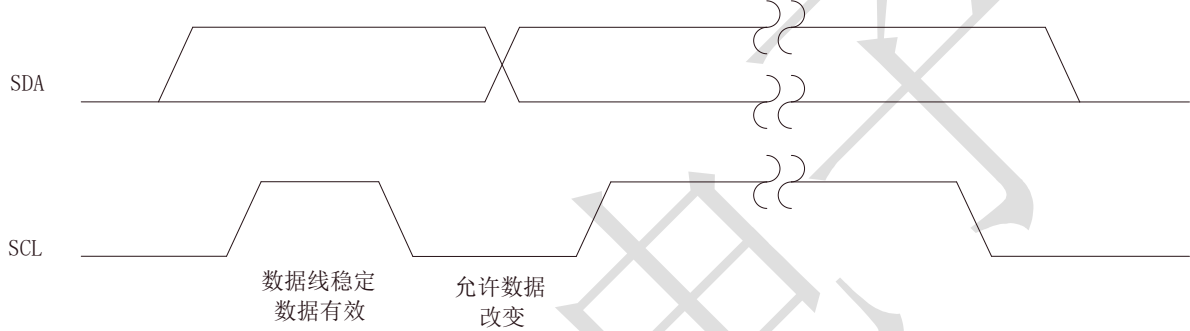

图 3
(1) TM19312 使用符合I2C协议的串行总线，有两根控制线SDA和SCL。TM19312 的从机地址是“1010 1000”。它只支持写操作。
(2) SCL线是单向的，SDA线双向（开漏输出）的带上拉电阻的（通常为 4.7kΩ）。I2C标准规定的最大时钟频率是 400kHz。这里说的是主机是MCU，从机是TM19312。
(3) I2C的时序图如图 3 所示。SDA锁存在SCL的稳定高电平时。当没有接口活动时，SDA线应保持高电平。
(4) 起始信号是在SCL线为高时，通过拉低SDA线来产生。起始信号将提醒连接到I2C总线的所有设备根据自己的芯片地址检查传入地址。
(5) 接下来发送 8 位芯片地址，先发最高位。SCL线为高电平时，每个地址位必须稳定。
(6) 在最后一位芯片地址位发送完成后，主机检测来自TM19312 的应答。然后主机发送一个SCL脉冲。如果TM19312 已正确收到地址，然后它在SCL脉冲期间保持SDA线为低电平。如果SDA线不是低电平，则主机应发送“STOP”信号（稍后讨论）并中止转移。
(7) 在确认TM19312 应答后，发送寄存器地址字节，先发最高位。TM19312 必须产生另一个应答，表明已收到寄存器地址。
(8) 然后接下来发送 8 位数据字节，先发最高位。当SCL电平稳定为高电平时，每个数据位应有效。发送数据字节后，TM19312 必须产生另一个应答表示已收到数据。